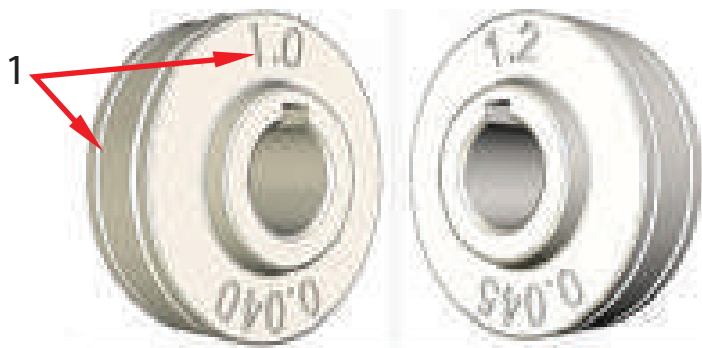

Рисунок 21. Ролики подачи проволоки поставляются разных размеров
1. Установить приводящий ролик (правильного размера и с правильной ориентацией канавки). Убедиться в том, что канавка правильного размера расположена на внутренней стороне (см. рис. 21).